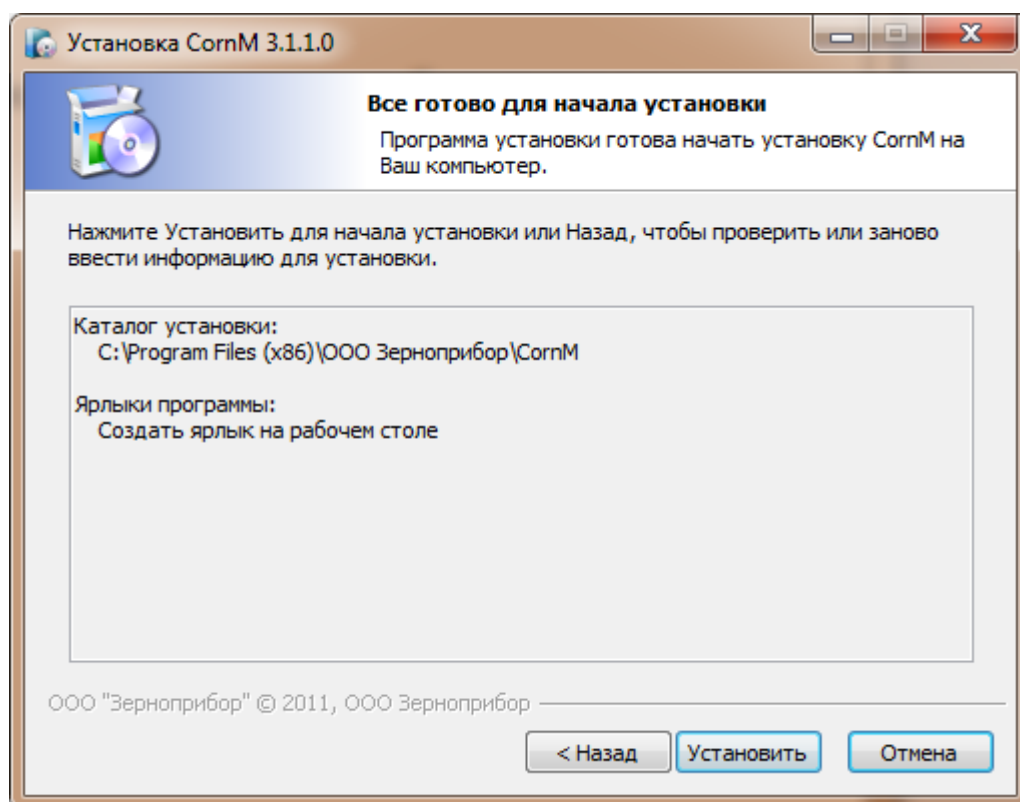

Рис. 1.5 Начало установки CornM
- Если вы согласны с выбранными параметрами, то нажмите кнопку Установить (Рис. 1.5).